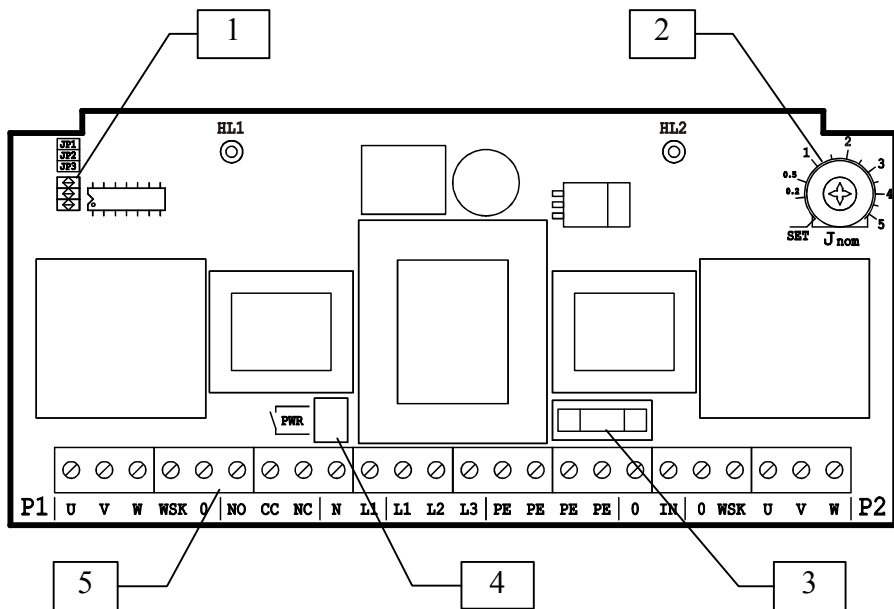
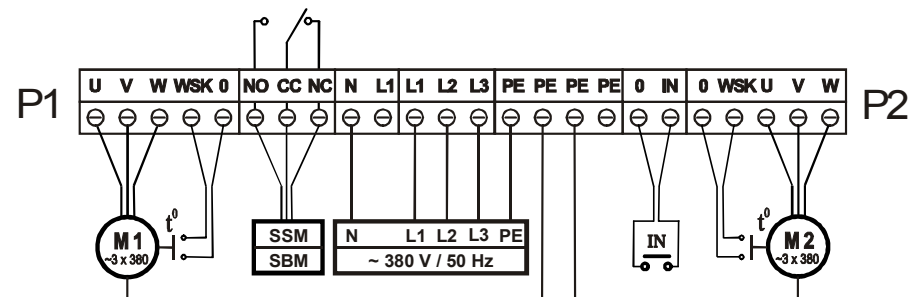
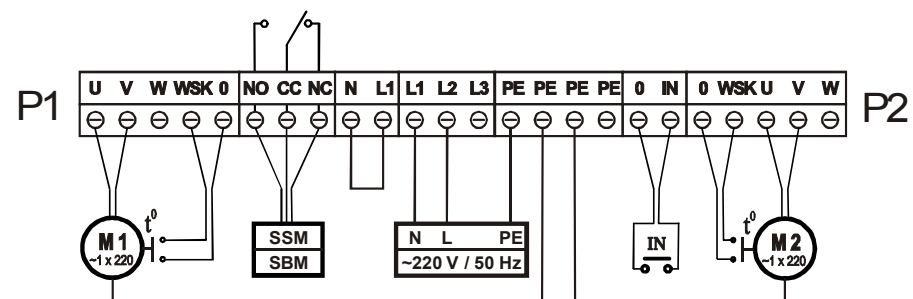

Рис. 2 Внутренний вид прибора
Рис. 3 Схема подключения прибора к трехфазной электросети
Рис. 4 Схема подключения прибора к однофазной электросети
5.2 Внутренний вид прибора (рис. 2)
- для подключения питающей электросети необходимо использовать соответствующие клеммы и кабель с сечением соответствующим току потребляемому двигателями. Схемы подключения питающей электросети в зависимости от количества фаз приведены на рис.3 и рис.4:
- L1, L2, L3, N, PE** -клеммы для подключения к трехфазной электросети ~380 В,50 Гц (рис.3);
- L1, L2, PE** - клеммы для подключения к однофазной электросети ~220 В,50 Гц: L2-фаза, L1-нейтраль. Так же необходимо соединить переключкой клеммы N и L1 (рис.4);
- при подключении внешнего устройства сигнализации неисправности/работы используется выход **SSM/SBM** -клеммы **NO, CC, NC** (рис.3, рис.4). При помощи перемычки **JP3** (рис.2, поз.1), устанавливается тип сигнализации: перемычка установлена – обобщенная сигнализация неисправности, перемычка отсутствует – обобщенная сигнализация работы.
- после электрического подключения необходимо подсоединить клемму основного выключателя к соответствующему разъему на плате прибора (рис.2, поз.4).
- установить при помощи перемычек **JP1, JP2** (рис.2, поз.1) время автоматического переключения насосов:
- установить при помощи перемычки **JP3** (рис.2, поз.1) тип обобщенной сигнализации на выходе **SSM/SBM**:
(рис.2, поз.2). **Внимание! Не прикладывать чрезмерного усилия при вращении потенциометра!**